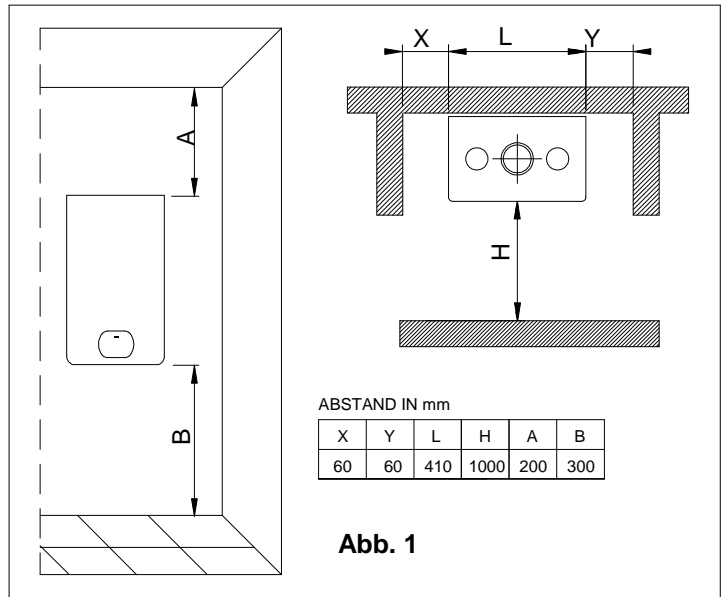

Abb. 1
A. Das eingepackte Gerät auf den Boden hinlegen (Abb. 1), sodass der nach oben zeigende Pfeil nach unten gedreht ist, die vier Klammern entfernen und die vier Flügel der Schachtel nach außen klappen.
Um einen Zugang zum Inneren des Gerätes für das Ausführen der Wartungsarbeiten zu ermöglichen, ist es notwendig die Mindestabstände einzuhalten, die in der Abbildung 1 angegeben sind.